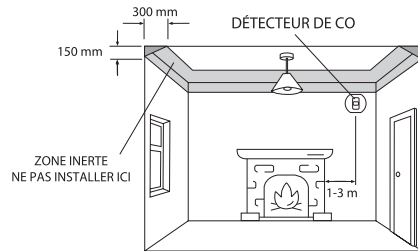

Figure 1: Installation dans une pièce avec chauffage brûlant du combustible
1. Installation d'un détecteur de CO dans une pièce comprenant un appareil de chauffage brûlant du combustible (voir Figure 1) :